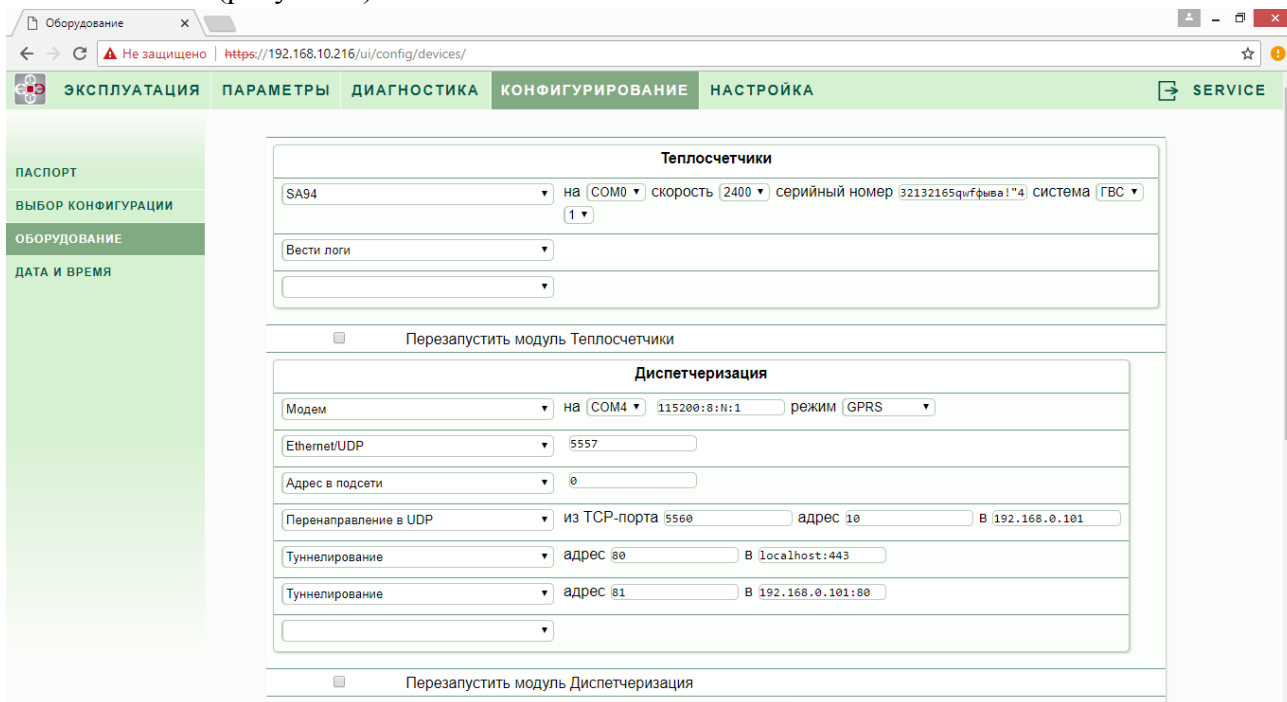

Рисунок 9 – Окно конфигурирования оборудования
3. Для настройки соединения прибора с теплосчётчиками необходимо перейти во вкладку «Конфигурирование». Затем перейдите во вкладку «Оборудование». В верхней части открывшейся страницы будет отображена панель конфигурирования соединения прибора с теплосчётчиками (рисунок 9).